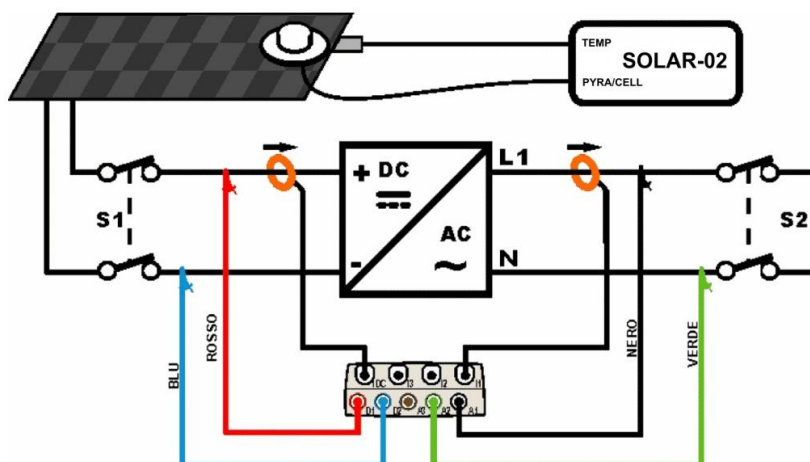

Fig. 225: Ligação do instrumento num Sistema FV-1 com SOLAR-02
3. Ligar as entradas **D1** e **D2** respectivamente aos pólos positivo e negativo da saída da *string*. Ligar as entradas A1, A2 aos condutores de Fase e Neutro respeitando as cores como se mostra na Fig. 225.
4. Ligar a pinça de corrente CC ao condutor positivo na saída da *string* **respeitando o sentido da seta** presente na referida pinça conforme indicado na Fig. 225. **Verificar o estado das pilhas internas da pinça antes da ligação.**
5. Ligar a pinça CA ao condutor de Fase L1 **respeitando o sentido da seta** presente na referida pinça conforme indicado na Fig. 225. Ligar a saída da pinça à entrada **I1** do instrumento.